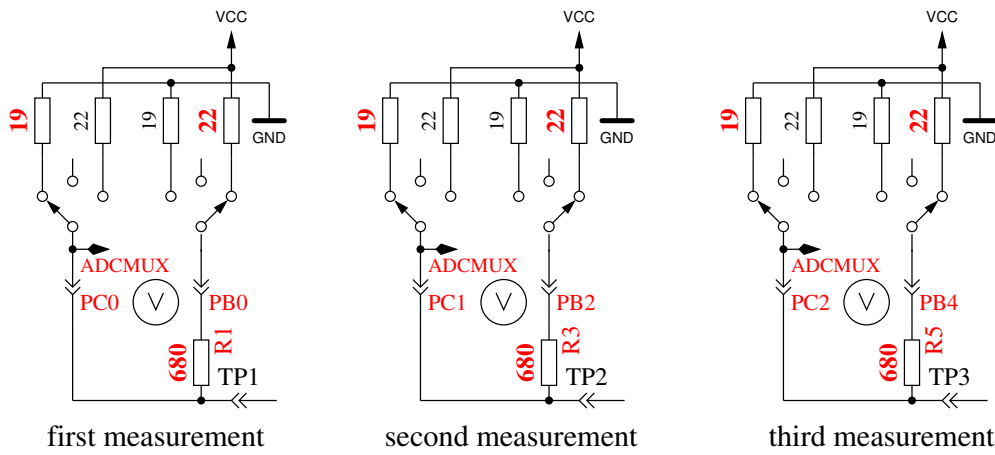

Abbildung 5.63. Messung des Innenwiderstandes von auf GND geschalteten Port-C-Ausgängen.
5. Dieser Schritt testet die **Fähigkeit von mit GND (-) verbundenen 470kΩ-Widerständen (H) die Testpins auf GND zu ziehen**. Zeile 1 zeigt den Text „RH-“. Zeile 2 sollte für alle drei Pinne Null mV anzeigen.
6. Dieser Schritt testet die **Fähigkeit von mit VCC (+) verbundenen 470kΩ-Widerständen (H) die Testpins auf VCC zu ziehen**. Zeile 1 zeigt den Text „RH+“. Der bestmögliche mV Wert für die drei Messungen wäre 0 in Zeile 2, da die Diffenz zu VCC dargestellt wird. Große Abweichungen vom Idealwert für Schritt 5 und 6 sind Fehler wie Isolations-Problem, Flussmittelreste oder beschädigter Port.
8. **Messung des Innenwiderstandes eines auf GND geschalteten Ausgangs.** Dieser und die folgenden Schritte werden nur bei gewählter AUTO\_CAL-Option durchgeführt. Die internen Port-C-Widerstände von auf GND (-) geschalteten Ausgängen werden mit dem Strom der nach VCC (+) geschalteten 680Ω Widerstände gemessen, siehe Abbildung 5.63. Es werden nur die drei Pins des ADC-Ports vermessen, die Widerstands-Ports PB0, PB2 und PB4 können nicht ohne Veränderung der Hardware gemessen werden. Es wird angenommen, dass die Portwiderstände von unterschiedlichen Ports nahezu identisch sind. Der Widerstandswert wird im nächsten Schritt mit ausgegeben.